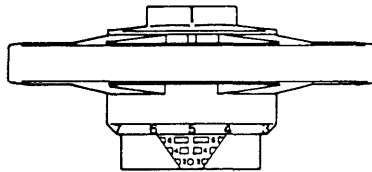

Fig. 2/Bild 2
2. Open the valve to the preset value 6,5 turns (Fig. 2).
To check the presetting of a valve, open it to the stop position; the indicator then shows the presetting number, in this case 6,5 (Fig.2).
2. Ventil bis zur gewünschten Einstellung 6,5 öffnen (siehe Bild 2).
Um die Voreinstellung eines Ventiles zu kontrollieren: Das Ventil ganz öffnen. Die Anzeige am Handrad zeigt dann den Voreinstellwert, in diesem Fall die Ziffer 6,5 an (siehe Bild 2).
2. La réouvrir à la position de réglage 6,5. (fig.2).
Pour vérifier sa position de préréglage, fermer la vanne. La position de réglage doit indiquer "0". Ouvrir la vanne jusqu'à butée. La position de réglage de la poignée doit, dans cet exemple, indiquer 6,5 tours (fig. 2).